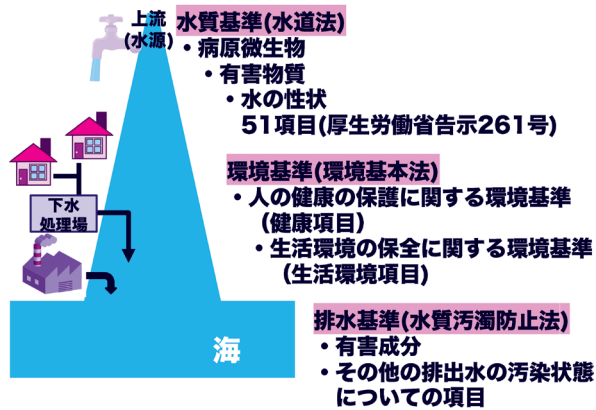

図1 水質汚濁に関する基準と法律
全に関する環境基準（生活環境項目）」に大別され、いわゆる有害成分と環境の指標となる項目が測定されている。排水基準では環境基準を超過しないよう排水基準が設定されており、有害成分とともに、排出水の汚染状態に関する項目を監視している（図1）。獣医師としてこれらの基準を事細かに覚える必要はないものの、重点を置いているポイントがいくつかある。① 水道水質における残留塩素と消毒副生成物について、② 環境基準や排水基準において基準値が「検出されないこと」となっている項目、③ 畜産関連の排水、である。もちろん、その他の項目についても重要であることに変わりはないことも言い添えておく。